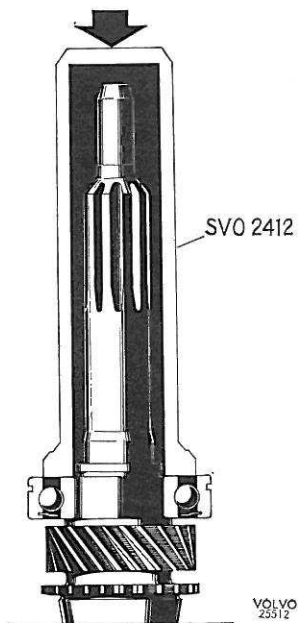

Figure 37. Remontage du roulement à billes sur l'arbre primaire
4. Enfoncer le roulement sur l'arbre primaire en se servant de l'outil SVO 2412, voir figure 37. Choisir un jonc d'arrêt d'épaisseur convenable et le monter. Poser les 14 rouleaux du roulement d'arbre secondaire en place dans l'arbre primaire. Mettre un peu de graisse aux rouleaux pour les fixer en place. Enfoncer l'arbre primaire en place dans la boîte. Remonter la bague d'étanchéité dans le couvercle à l'aide de l'outil SVO 2867 et fixer ensuite le couvercle de l'arbre primaire. **Ne pas oublier les joints toriques pour les vis (nouveau modèle).**